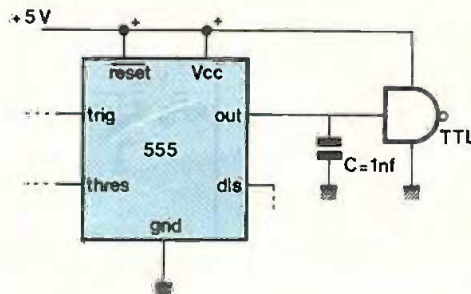

Fig. 1
## COMMANDE DE PORTE TTL/CMOS (fig. 1)
**C**omme les niveaux de sortie du 555 sont définis pour un courant de sortie élevé, il n'y a pas de problème pour connecter directement une (ou plusieurs) porte TTL à la sortie de 555. Mais la structure de sortie du 555 est différente de celle d'une porte TTL. Des déclenchements parasites peuvent parfois se produire, surtout si la porte TTL est celle d'entrée d'un élément séquentiel (compteur, bascule...). Aussi, il est recommandé de placer un condensateur de 1 nF, comme indiqué en figure 1, pour un interfacement correct. Le problème ne s'est pas posé avec des portes C-MOS, aussi il suffit d'effectuer une liaison directe.